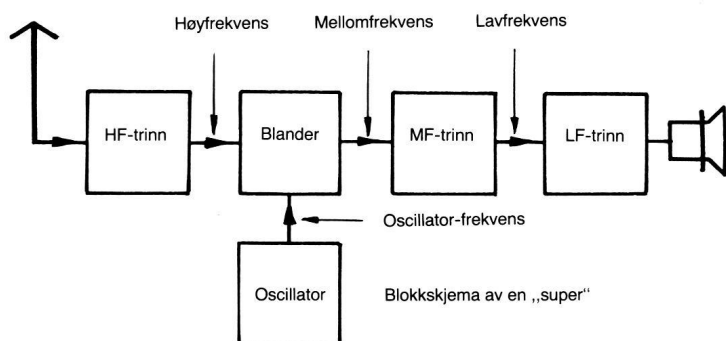

fig. 171
For å lage radioapparater med større følsomhet og effekt, blir **overlagingsprinsippet** benyttet. Ved denne metoden blir signalet fra senderen som antennen oppfanger, blandet med andre signaler som genereres i mottakeren. Uavhengig av avstemming og bølgelengdeområde vil en da kunne få en bestemt frekvens som er den samme, hele tiden. Denne frekvensen – den såkalte **mellomfrekvensen (MF)** kan vi nå lett forsterke opp i flere trinn og til sist demodulere i likeretteren (fig. 171). En slik type mottaker kalles for en superheterodynemottaker. Vi kan oversette dette til overlagingsmottaker – eller vi sier: en **super**.